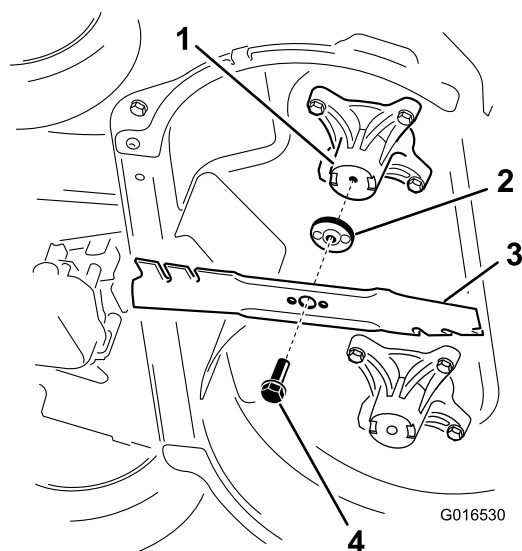

Figure 41
2. Déposez chaque lame comme montré à la Figure 41.
1. Montez la première lame de sorte qu'elle soit horizontale, et reposez toutes les fixations, comme montré à la Figure 41.